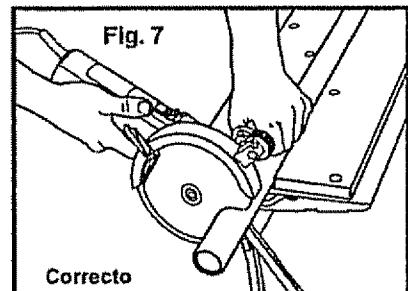

Fig. 7
**SIEMPRE** sujetela sierra tomándola del cuerpo del motor y de la manija auxiliar (ver Fig. 7).